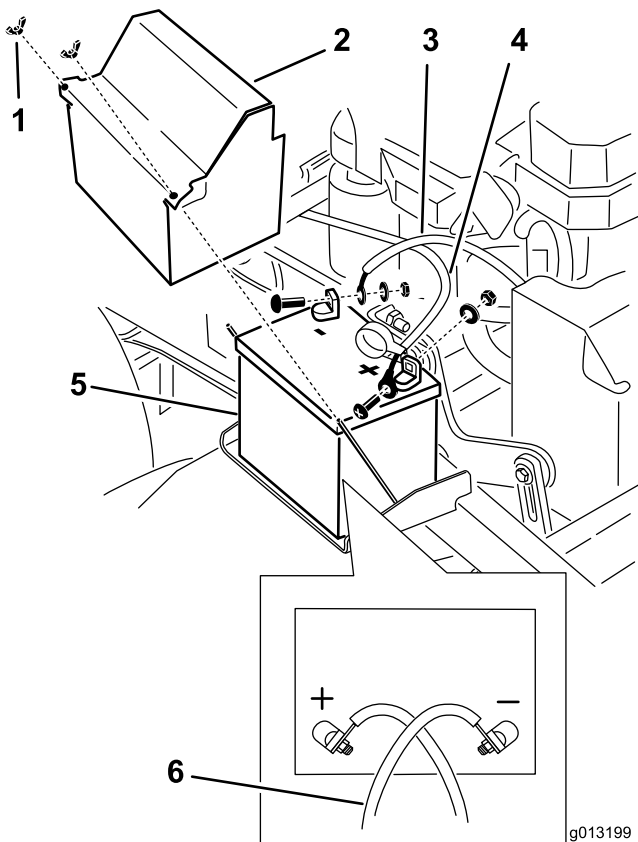

Figure 52
3. Débranchez le câble négatif de la batterie de la borne négative (-) de la batterie (Figure 52).
5. Débranchez le câble positif (rouge) de la batterie (Figure 52).
6. Déposez la plaque de maintien de la batterie et enlevez la batterie (Figure 52).
1. Placez la batterie sur la machine (Figure 52).
3. Reliez le câble positif (rouge) à la borne positive (+) de la batterie avec un écrou, une rondelle et un boulon (Figure 52).
5. Reliez le câble négatif et le câble de masse à la borne négative (-) de la batterie avec un écrou, une rondelle et un boulon (Figure 52).
Remarque: Les câbles de la batterie se croisent lorsqu'ils sont installés correctement (Figure 52).